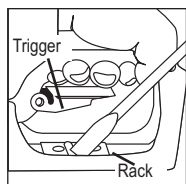

Figure 20
- Place the nozzle on a flat surface. Hold lever in open position and insert a flat-bladed screwdriver along side of the hold-open rack. Pry the rack upward and off the rivets. (See Figure 20)
(Ilustración 20)
- Coloque la pistola sobre una superficie plana. Mantenga la palanca en posición abierta e inserte un destornillador de punta plana por el lado del soporte desobturador. Levante el soporte y saque los remaches. (Vea la ilustración 20)